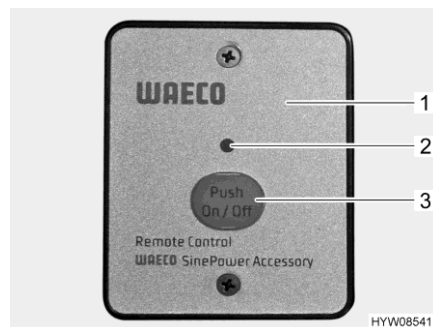

Fig. 104 Interruttore esterno (invertitore)
Funzionamento dell'interruttore esterno L'interruttore esterno (Fig. 104,1) è integrato in un armadietto pensile sul lato sinistro.
- Accensione:* ■ Premere il tasto "On/Off" (Fig. 104,3). Il LED (Fig. 104,2) si accende.
- Spegnimento:* ■ Premere il tasto "On/Off" (Fig. 104,3). Il LED (Fig. 104,2) si spegne.